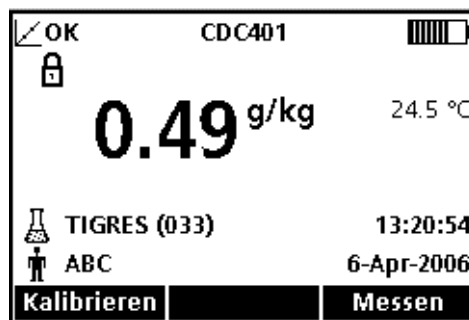
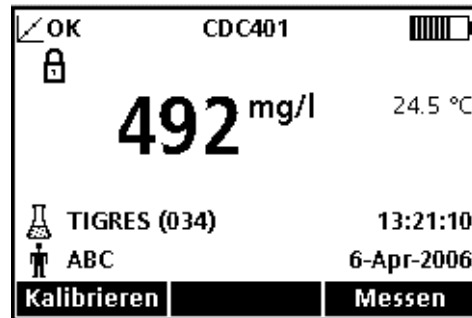

Abbildung 17 Beispiel für eine Leitfähigkeitsmessung, angezeigt in Salinitätseinheiten
Abbildung 18 Beispiel für eine Leitfähigkeitsmessung, angezeigt in TDS-Einheiten
4. Das Display zeigt ein Beispiel für eine Leitfähigkeitsmessung, dargestellt in Leitfähigkeitseinheiten. Wiederholen Sie den Vorgang für weitere Messungen. Siehe Abbildung 17 auf Seite 62, Abbildung 18 und Abbildung 19 auf Seite 63.